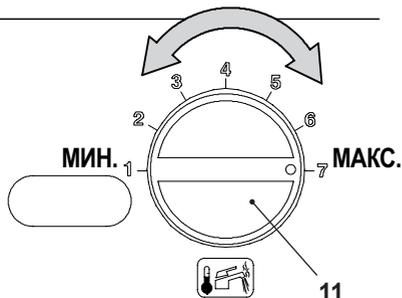

Рис. 9.15
- Тепловую мощность отопления можно регулировать при помощи регулятора температуры воды в системе горячего водоснабжения 11, см. Рис. 9.15.